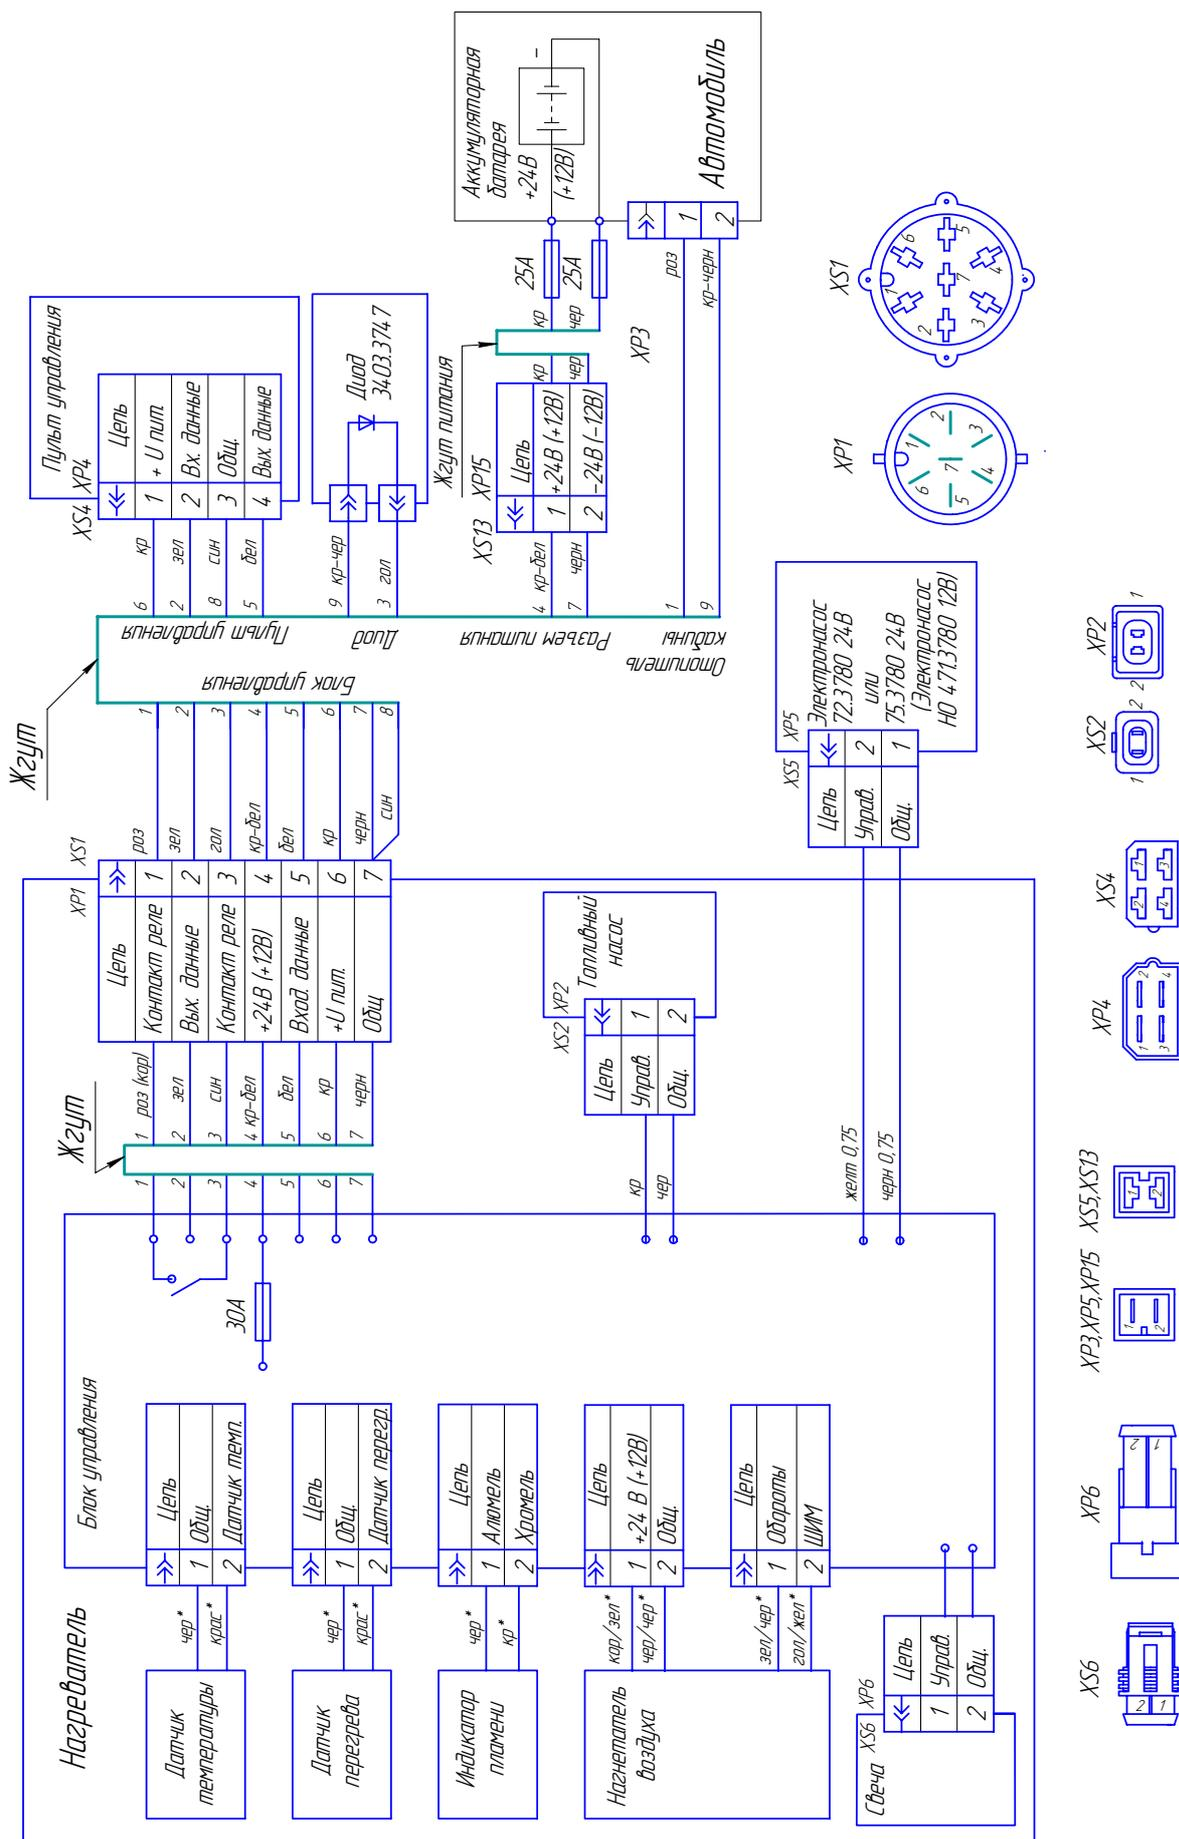

Рис. 1- Схема электрических соединений
Питание подогревателя электроэнергией осуществляется от автотранспортного средства. Схема электрических соединений подогревателя приведена на рис. 1. Питание подогревателя топливом может осуществляться из топливного бака автомобиля или из топливного бака входящего в комплектацию подогревателя.
8.1 Поиск неисправностей необходимо начать с проверки контактов разъемов проверяемых цепей (см. таблицу 1 и схему электрических соединений на рис. 1 ).